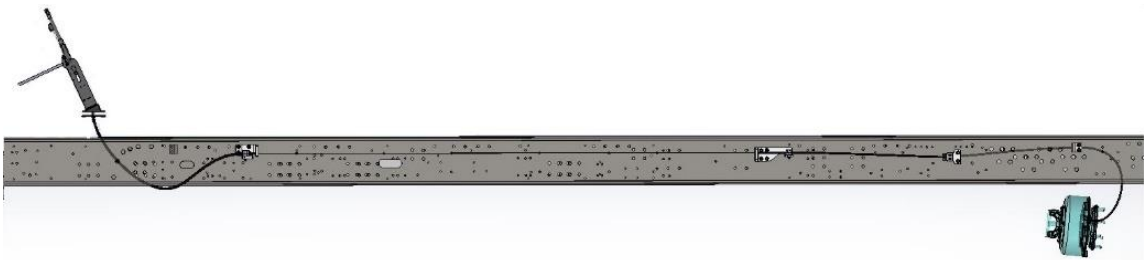

Figure 3 - Emplacement du câble de frein de stationnement
- Inspecter le câble du frein de stationnement et son mécanisme pour vous assurer que tout est en bon état (figure 3).